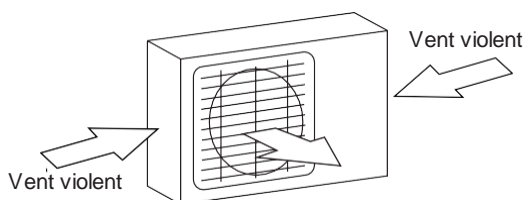

Fig. 5.1
- ☑ Si l'emplacement est exposé à des vents violents (par exemple au bord de la mer), l'unité doit être placée contre le mur pour la protéger du vent. Si nécessaire, utilisez un auvent (voir Fig. 5.1 & 5.2).